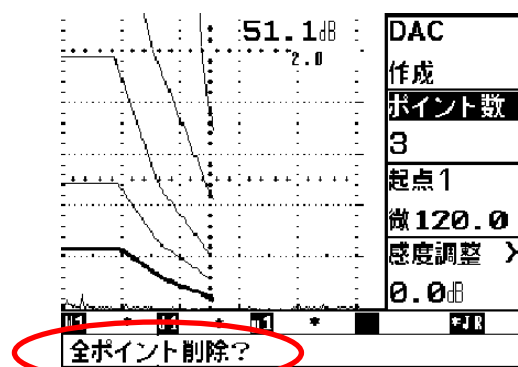

図 10 DAC の削除
- ②全ポイントを削除するには、ポイント数の横の **←** キーを押し、右ダイヤルを向こうに回すと“**全ポイント削除？**”のメッセージ(図 10 参照)が表示され、**確定** キーを押すとすべての線が消去される。
- ③間違えた場合は、DAC 横の **←** キーを押して、次に、ポイント数の横の **←** キーを押すことで最初の消去のところに戻る。又は、**メニュー** キーを押すと元に戻る。